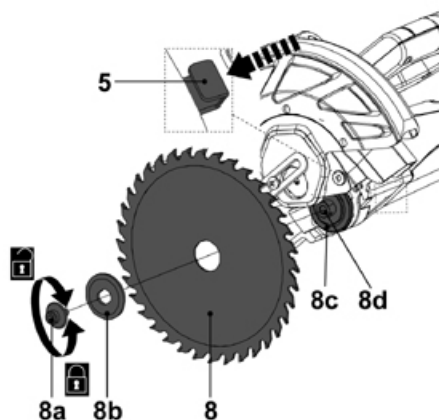

Fig. 14
- > Prima completamente o botão de bloqueio do eixo (5) e mantenha-o na posição (Fig. 14).
- > Rode o parafuso de fixação (8a) ligeiramente com a ferramenta fornecida (32) até que o eixo esteja bloqueado.
- > Solte o parafuso de fixação (8a) no sentido horário e remova-o juntamente com a flange exterior (8b) e a lâmina de serra (8). Não remova a flange interna (8c) do eixo (8d).